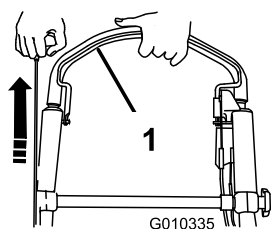

Figura 22
3. Tenete la barra di comando della lama premuta contro la stegola e tirate le maniglia dell'avviatore autoavvolgente (Figura 22).